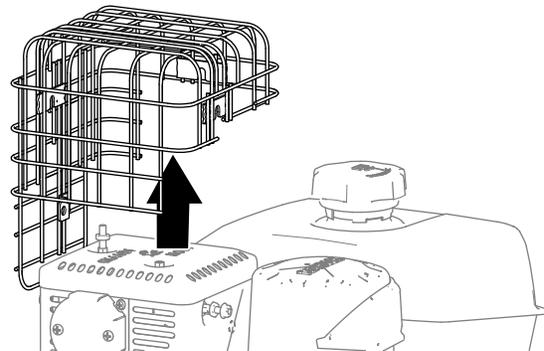

Bild 35
5. Entfernen Sie das Auspuffschutzblech von der Maschine (Bild 35).